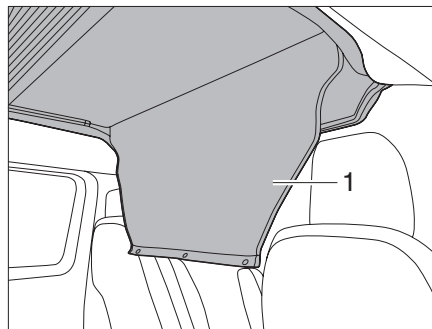

Fig. 31 Enrollar la cubierta de acceso
► Abrir y enrollar la cubierta de acceso (Fig. 31,1).